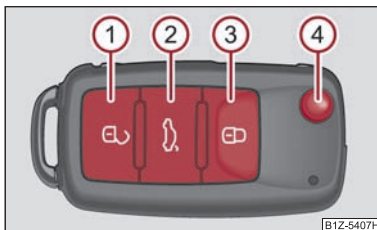

Fig. 31 Cheia cu telecomandă
- Apăsai tasta ① ⇒ fig. 31 cca. 1 sec.